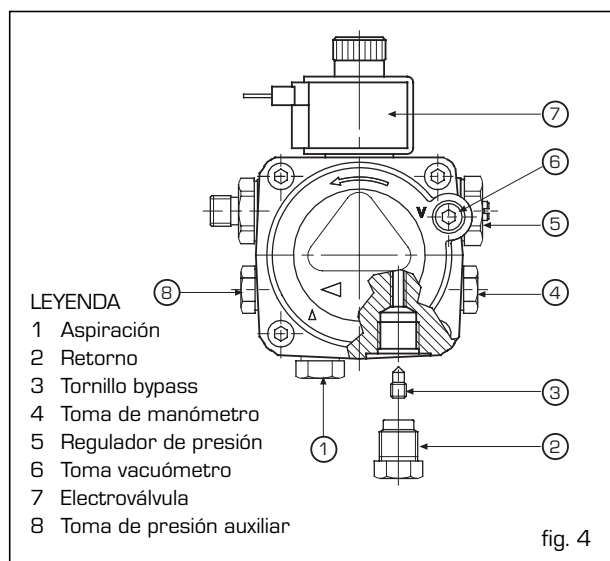

fig. 4
- La bomba está prevista para funcionar en bitubo. Para el funcionamiento monotubo, se debe desenroscar el tapón de retorno [2], quitar el tornillo de by-pass [3] y seguidamente volver a enroscar el tapón [2], (ver fig. 4).
En la instalación de la fig. nº 5, se debe aflojar el racord del vacuómetro [6 fig. 4] hasta que salga el combustible.